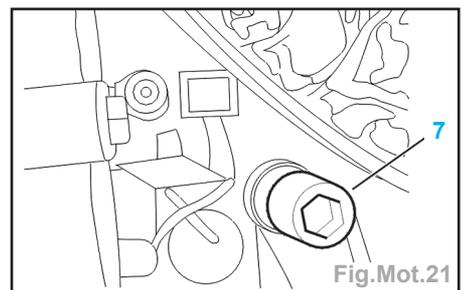

Fig.Mot.21
- Vidanger le moteur en déposant le bouchon (7) (Fig.Mot.21).